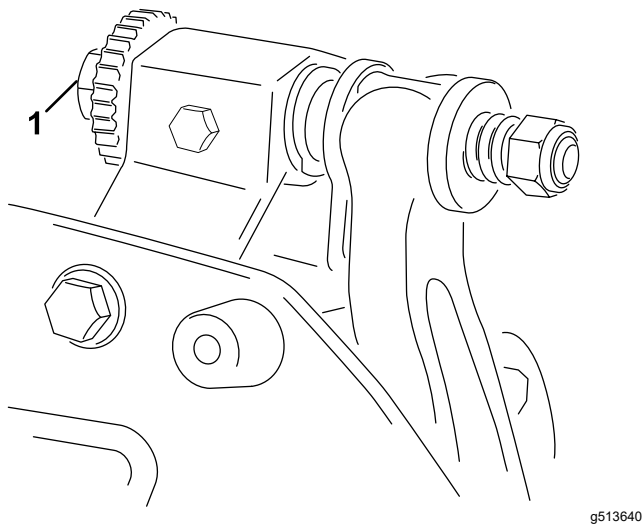

Figura 10
- A. Rotiți șuruburile de reglare pentru bara de cadru în sensul acelor de ceasornic (Figura 10), cu câte 1 clic, până când simțiți și auziți realizarea unui contact ușor.
6. Rotiți șurubul de reglare drept al barei de cadru (Figura 10) până când simțiți o presiune ușoară